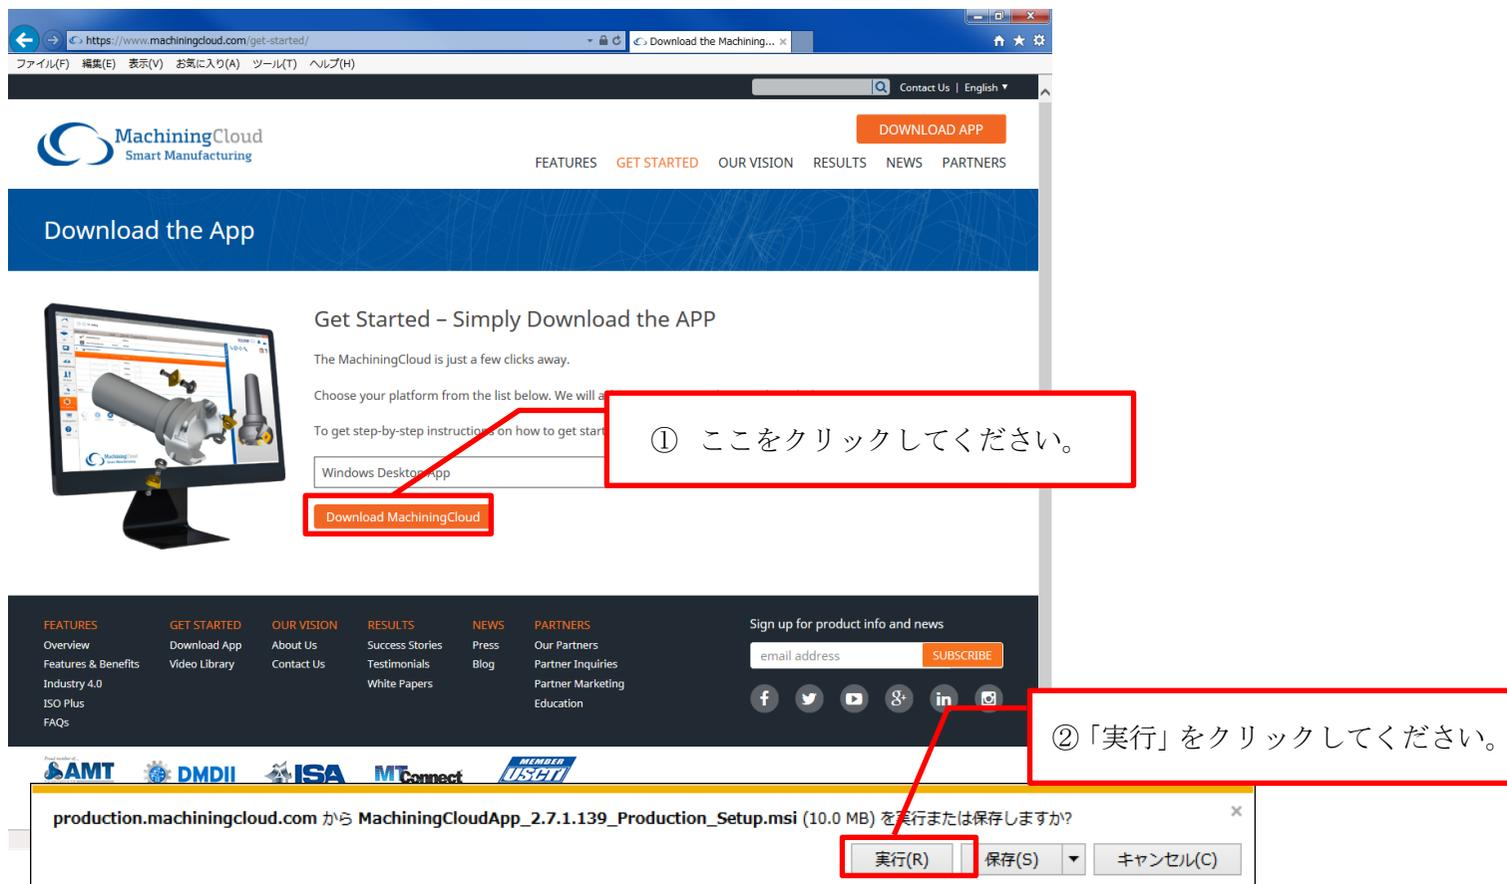

図 4 プラットフォーム選択画面 その3
- (5) 「Windows Desktop App」を選択した後、「Download MachiningCloud」アイコンをクリックしてください。MachiningCloud 専用アプリの実行・保存を確認する別ウインド (図 4) が開きますので、「実行」をクリックしてください。